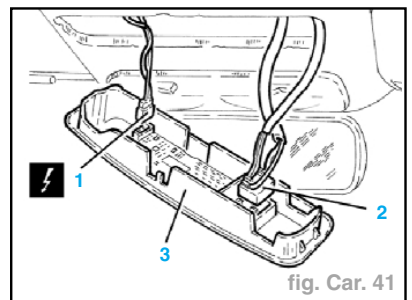

fig. Car. 41
- Retirer la garniture avec les capteurs volumétriques du dispositif antivol (fig. Car. 41).